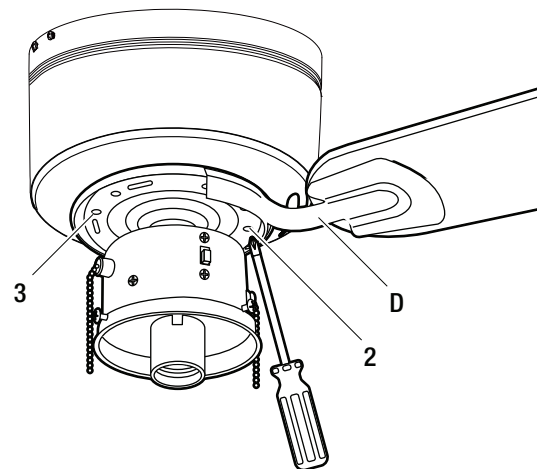

Figura 11
- Coloque el porta aspas (D) bajo el motor de modo que el poste de alineamiento en el porta aspas encaje dentro de la ranura (3) en el motor (Figura 11).
- Apriete los tornillos preinstalados del porta aspas (2).